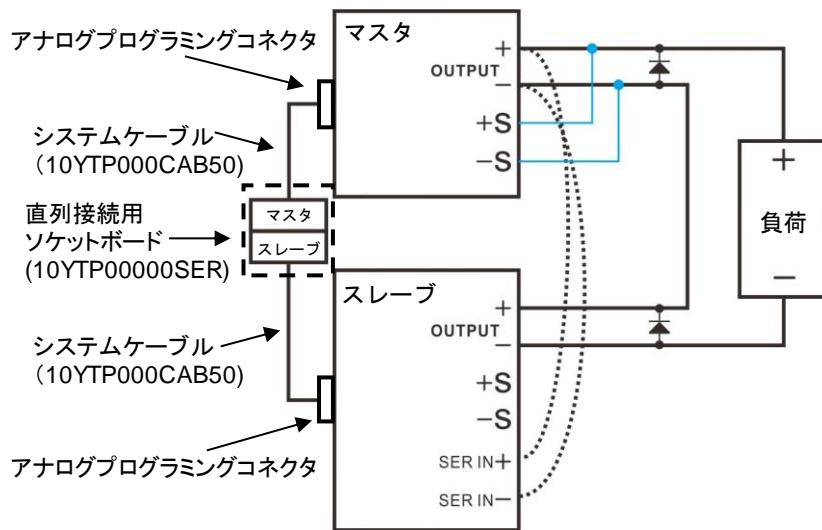
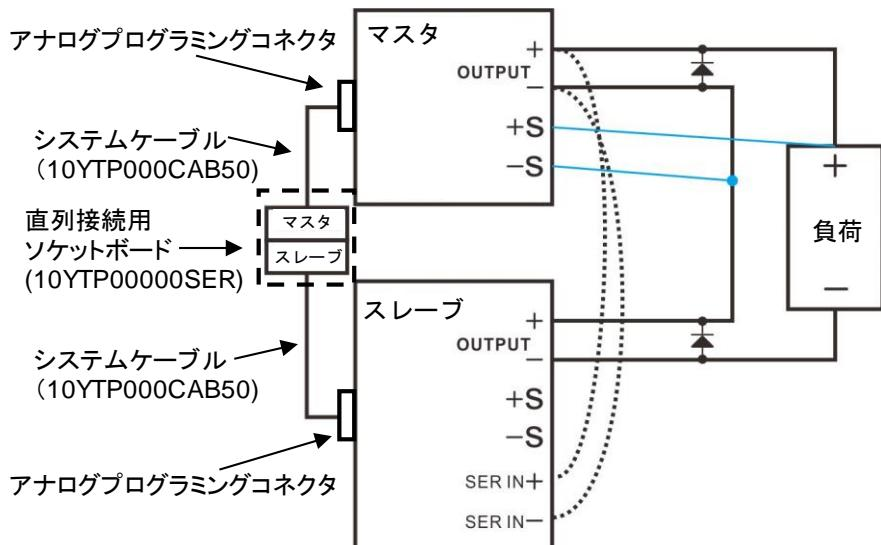

Fig.6-1 直列運転時のローカルセンシング
Fig.6-2 直列運転時のリモートセンシング
- (1) スレーブ機のアナログプログラミング補助端子 SER IN+をマスタ機の OUTPUT+に接続し, SER IN-をマスタ機の OUTPUT-に接続します。
- (2) 「直列接続用ソケットボード」と各機のアナログプログラミングコネクタを「システムケーブル (オプション)」で接続します。
- (3) 「直列接続用ソケットボード」がない場合、下図に基づき各アナログプログラミングコネクタ関連ピンを接続します。
- (4) 配線図 (Fig.6-1, Fig.6-2) に基づき出力端子を負荷に接続してください。